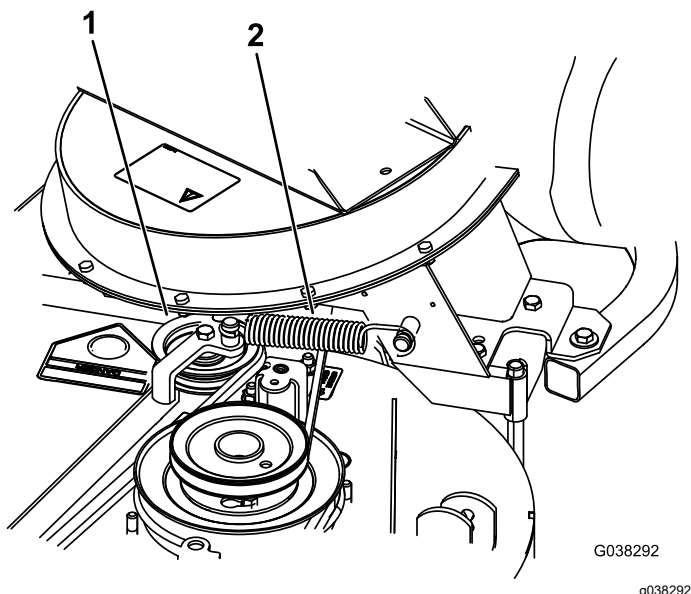

Figura 41
8. Instale el muelle según se muestra en Figura 41.
9. Coloque la correa sobre la polea tensora tensada con muelle (Figura 41).